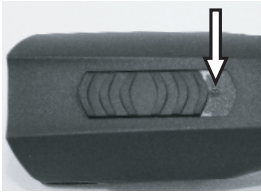

Abb. 4 Schiebeschalter in AUS-Position („0“)
1. Die Kontakte der Schermaschine (1) und des Akkus (2) auf Fremdkörper und Verschmutzung überprüfen.
2. Sicherstellen, dass der Schalter der Schermaschine in Position AUS („0“) steht (Abb. 4).
1. Schiebeschalter auf Position „0“ schieben (Abb. 4).
2. Die Akkuverriegelung (2) beidseitig nach innen drücken und Akku (1) aus der Schermaschine ziehen.